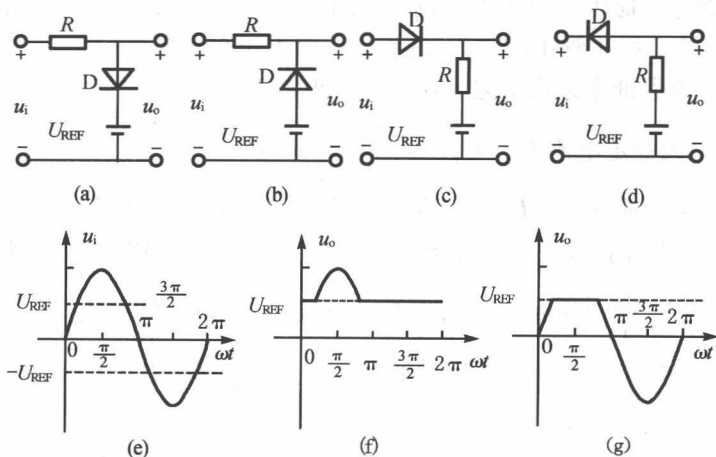

图 15.10
15.2.4 如图 15.10(a)、(b)、(c)、(d) 所示的各限幅电路, 设二极管是理想的, 试画出当输入电压 u_i 为图(e) 所示的正弦信号时, 各自的输出电压波形。